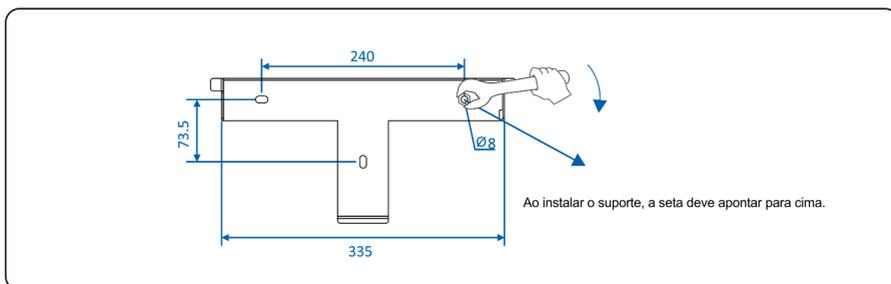

Figura 4.13 Instalando o painel traseiro
Passo 5 Alinhe o painel traseiro com os furos, insira parafusos de expansão nos orifícios através do painel real e aperte os parafusos de expansão até uma chave de torque (torque 2-2,5 Nm), conforme mostrado na Figura 4.13